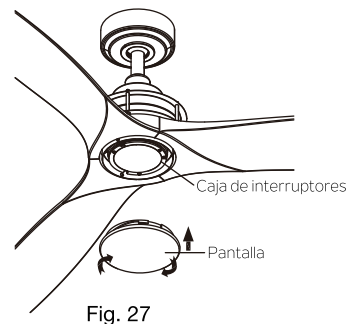

Fig. 27
Paso 8. Sujete la pantalla a la caja de interruptores haciéndola girar en sentido horario. No ajuste en exceso. (Fig. 27)